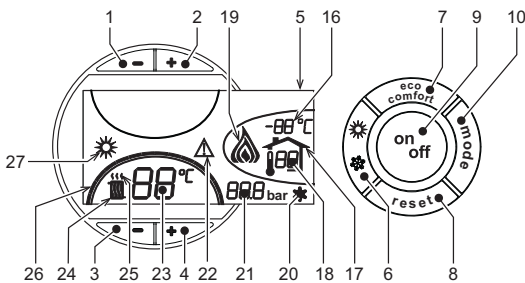
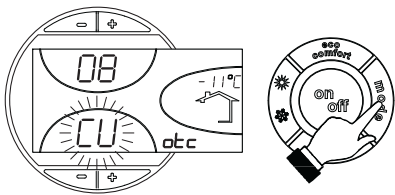
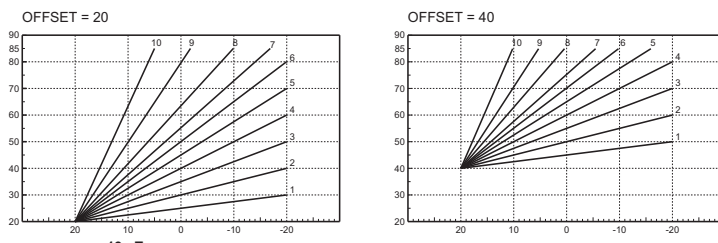

рис. 1 - Панель управления
рис. 9 - Кривая погодозависимого регулирования
рис. 12 - Пример параллельного смещения кривых погодозависимого регулирования
Нажмите клавишу on/off (поз. 9 - рис. 1) в течение 1 секунды.
Для повторного включения котла снова нажмите клавишу on/off (поз. 9 рис. 1) в течение 1 секунды.
- Нажмите кнопку ВКЛ/ВЫКЛ (9 - рис. 1)
Нажмите клавишу Лето/Зима (поз. 6 - рис. 1) на 1 секунду.
На дисплее высвечивается символ "Лето" (поз. 27 - рис. 1). При этом котел будет вырабатывать только воду для ГВС. Остается активная система защиты от замерзания.
Для выключения режима "Лето" вновь нажмите клавишу Лето/Зима (Поз. 6 - рис. 1) на 1 секунду.
Температура в системе отопления регулируется в пределах от 30 °C до 80 °C с помощью клавиш (поз. 3 и 4 - рис. 1); однако, не рекомендуется эксплуатировать котел при температуре ниже 45 °C.
Температура в системе ГВС регулируется в пределах от 10°C до 65°C с помощью клавиш (поз. 1 и 2 - рис. 1).
При наличии датчика температуры наружного воздуха (опция) на дисплее панели управления (поз. 5 - рис. 1) отображается измеряемая этим датчиком температура. При этом система управления котлом работает в режиме "Плавающая температура". В этом режиме температура воды, подаваемой в систему отопления, регулируется в зависимости от климатических условий внешней среды с тем, чтобы обеспечить максимальный комфорт и экономию энергетических ресурсов в течение всего года. Так, при повышении внешней температуры понижается температура подачи воды в систему отопления, что производится по определенной "кривой погодозависимого регулирования".
С переключением на режим "Плавающей температуры" показатель температуры, устанавливаемый клавишами (дет. 3 и 4 - рис. 1) соответствует максимальной температуре подачи воды в систему отопления. Рекомендуется задавать максимальное значение температуры с тем, чтобы позволить системе регулировать ее по всему рабочему диапазону.
При однократном нажатии клавиши Режим (поз. 10 - рис. 1) на дисплее высвечивается текущая кривая погодозависимого регулирования (рис. 9), которую можно изменить с помощью клавиш задания температуры воды ГВС (поз. 1 и 2 - рис. 1).
При нажатии клавиш регулировки температуры отопления (поз. 3 и 4 - рис. 1) получается доступ к функции параллельного изменения кривых (рис. 12), выполняемого с помощью клавиш регулировки температуры в контуре ГВС (поз. 1 и 2 - рис. 1).
При повторном нажатии клавиши Режим (поз. 10 - рис. 1) осуществляется выход из режима регулировки параллельных кривых.
Если к котлу подключено устройство дистанционного управления с таймером (опция), вышеописанные регулировки производятся в соответствии с указаниями, приведенными в таблице 1. При этом на дисплее пульта управления (поз. 5 - рис. 1) высвечивается температура в помещении, измеряемая устройством дистанционного управления.
Выбор режимов ECO/COMFORT	При выключении режима ГВС с пульта ДУ котел переходит в режим "Eco-pot". В этих условиях клавиша 7 рис. 1 - на панели котла отключена.
При включении режима ГВС с устройства ДУ с таймером котел устанавливается в режим Comfort. В этих условиях с помощью клавиши 7 рис. 1 - на панели управления котла можно выбрать любой из этих двух режимов.